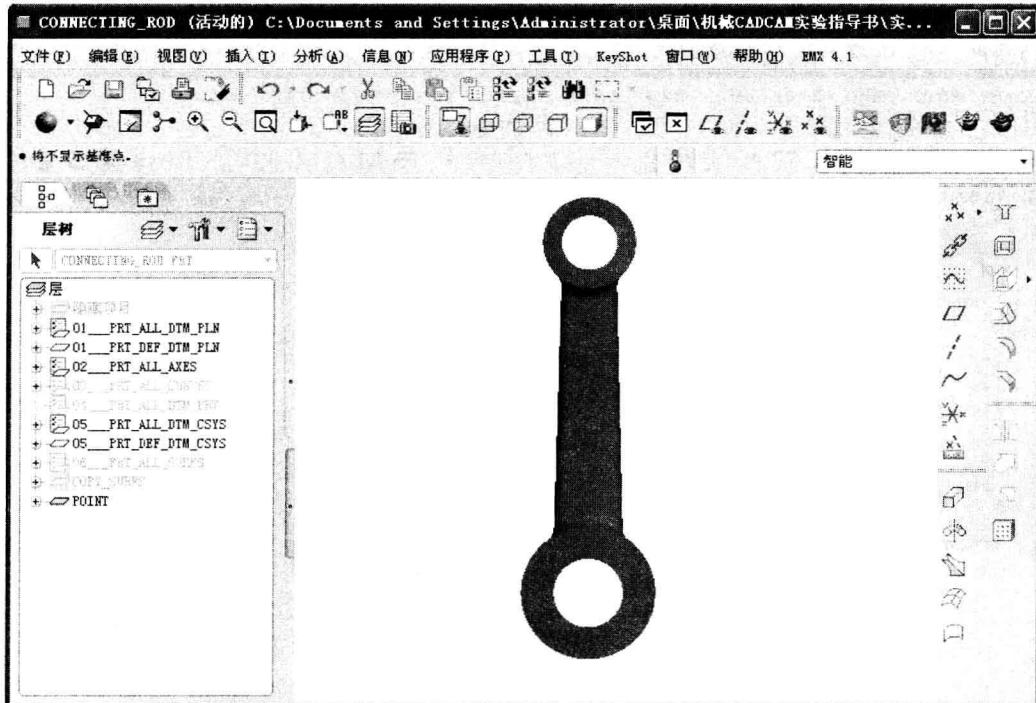

图 1-15 前视图
- (1) 前视图：点击视角控制对话框中的【FRONT】，模型显示效果如图 1-15 所示。